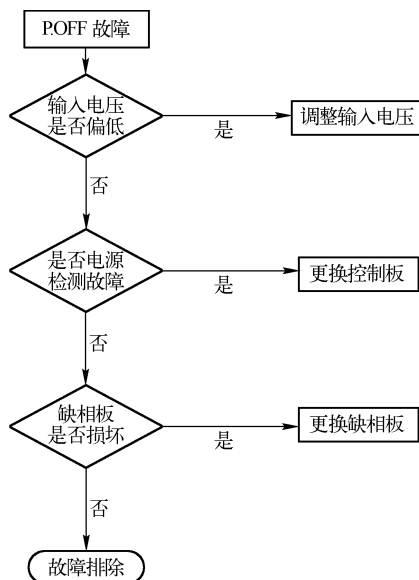

图 8-12 P.OFF 故障诊断流程
(2) 确定控制板母线电压检测部分有无问题，若有问题更换控制板。
(3) 如果电压都正常，说明此故障来自缺相检测电路，用万用表测量输入缺相检测电路 D1、D2、D3 二极管及 51kΩ 贴片电阻是否烧坏；51kΩ 直流母线检测电阻烧坏也会出现 P.OFF 故障。
(4) 如果出现 P.OFF 故障，可先把 Pb.00 设为 0，看是否出现此故障，若没有即可确定非电压过低造成。有可能输入电压缺相不平衡或缺相检测线路出现故障，如果检测电路故障则将 Pb.00 设为 0，机器可正常工作。CHE 变频器没有此项功能。
P.OFF 故障诊断流程如图 8-12 所示。